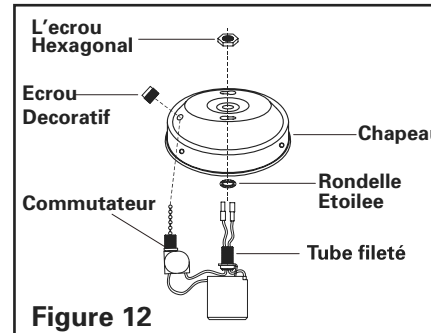

Figure 12
1. Si vous souhaitez remplacer le plafonnier de l'appareil d'éclairage, desserrez l'écrou hexagonal et le fleuron pour le dégager. (Voir figure 12.)
2. Lorsque vous réinstallez le plafonnier, placez la rondelle éventail sur le tube fileté, puis serrez l'écrou hexagonal. Passez l'interrupteur par le trou latéral du plafonnier, puis serrez avec le fleuron. (Voir figure 12.)